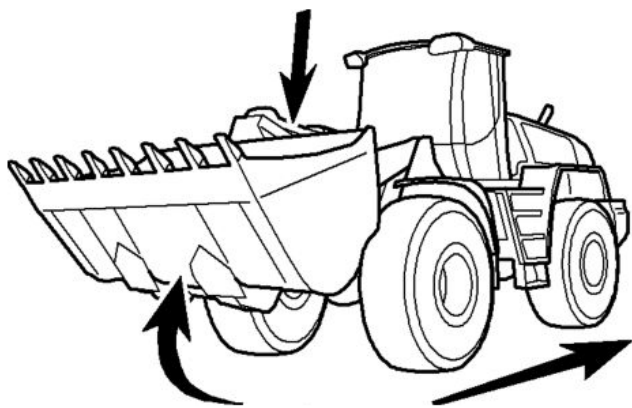

Рисунок 3.89. Отвод машины
- При движении машины назад установить ковш в транспортное положение, см. рис. 3.89.